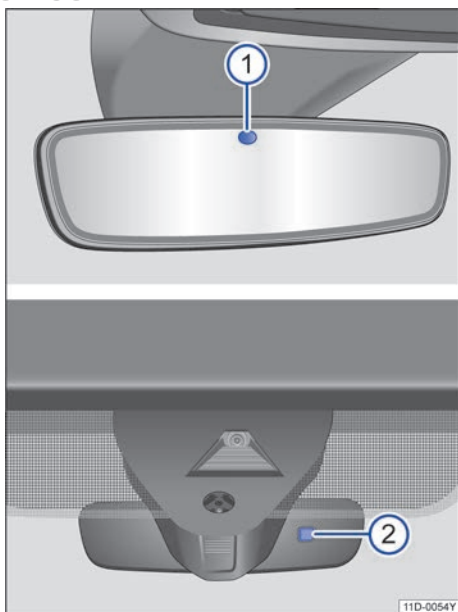

图 95 前窗玻璃上：自动防眩车内后视镜
在点火开关已打开的情况下，传感器测量来自后方→图 95①和来自前方②的光线。